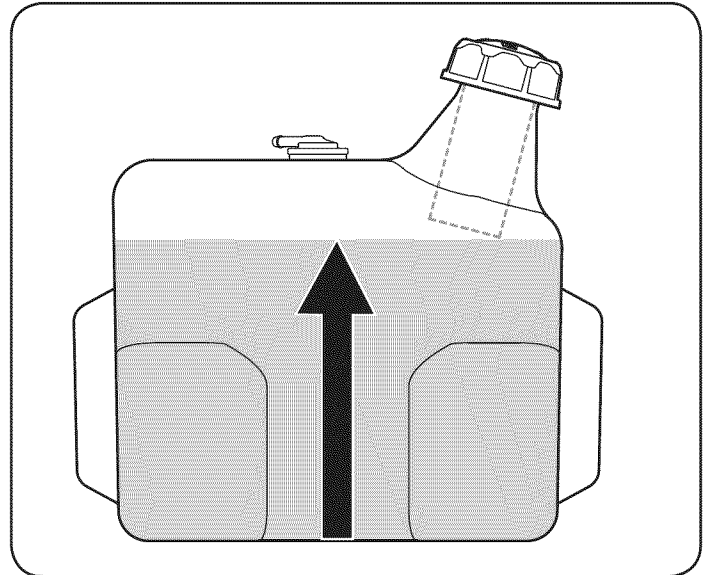

Figura 29
**IMPORTANTE:** No llene demasiado el tanque. Llene el tanque no pulgada más de 1 / 2 debajo de la base del cuello de llenado para dejar espacio para la expansión del combustible. Véase la Figura 29.